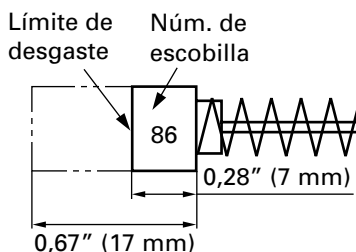

Fig. 7
3. Inspeccionar los carbones de contacto (Fig. 7)
NOTA: Utilice las escobillas HITACHI N3m. 86 indicadas en la Fig. 7.
Afloje el tornillo (perno de cabeza hexagonal M4 x 12) de la cubierta de la tapa, y extraiga 3sta. (Fig. 7) Despu3s de reemplazar las escobillas, apriete las tapas de las misma y por 3ltimo, monte firmemente la cubierta de la tapa.